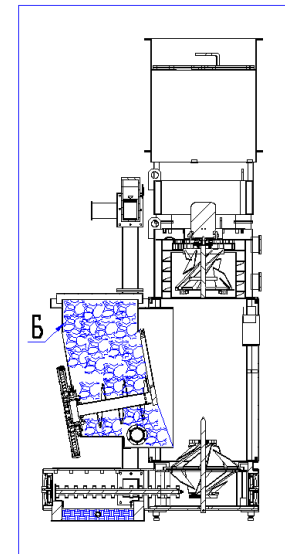

Рис.7
3. Включить систему рециркуляции «В» (рис.7)